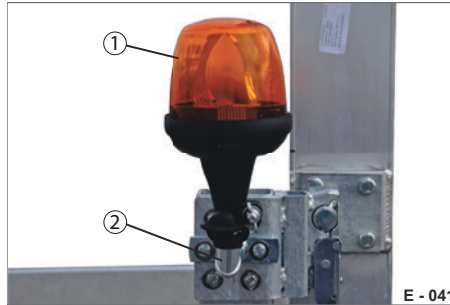

Abb. 33 Rundum-Kennleuchte montiert
- ▶ Lösen Sie die Flügelmutter (Abb. 33/3).
- ▶ Ziehen Sie den Leuchtkörper (Abb. 33/1) von der Konsole (Abb. 33/2) vorsichtig ab.